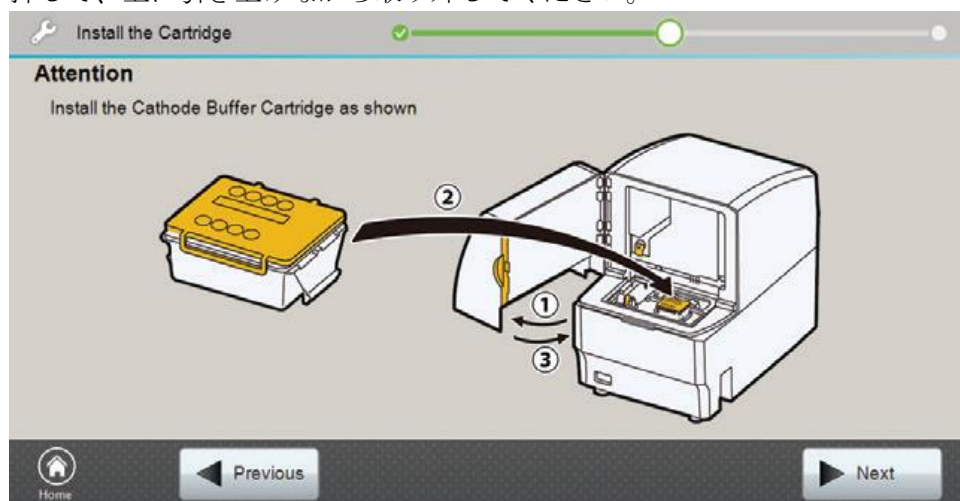

図 24 Install the Cathode Buffer Cartridge 画面
8. **Install the Cathode Buffer Cartridge** の画面（図 24）が現れたら、装置のフロントドアを開けてください。